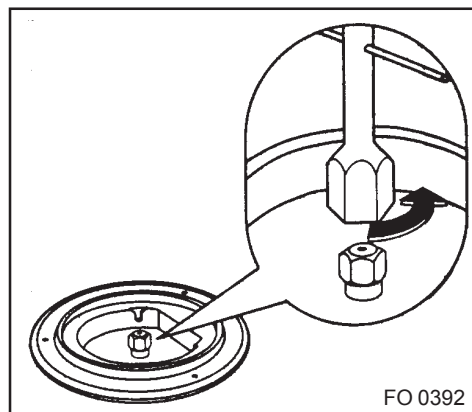

Fig. 25
3. Con una chiave a tubo da 7 svitate e togliete gli ugelli (Fig. 25) sostituendoli con quelli corrispondenti al tipo di gas di funzionamento (vedi tabella "Caratteristiche dei bruciatori").